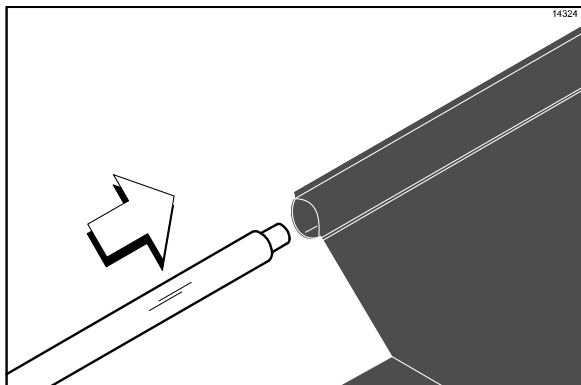

图 8
1. 将铁弗龙不粘膜固定杆穿入不粘膜上的套环。（请见图 8）